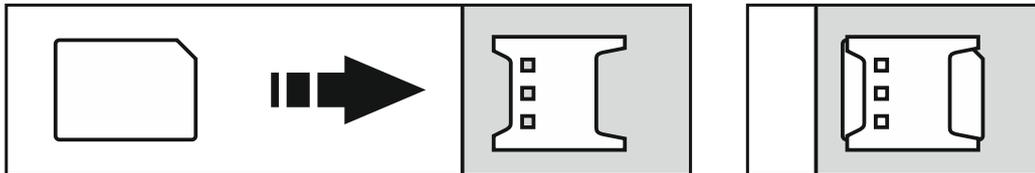

Abb. 16. Montage der nano-SIM-Karte.
3. Setzen Sie die SIM-Karte(n) in den/die Steckplatz(e) ein. (Abb. 16).